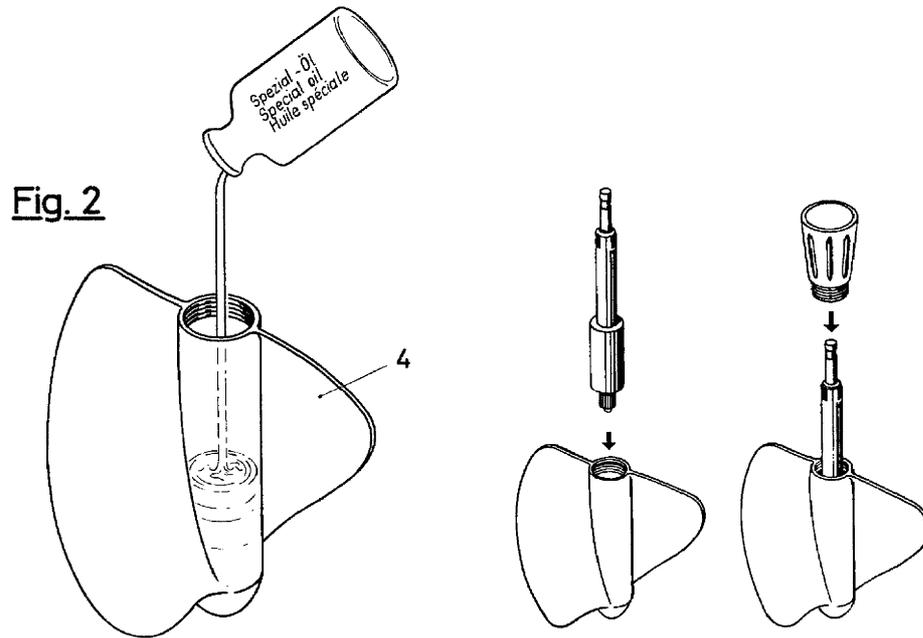

Fig. 2
1. Soltar el tornillo (9) y extraer el eje (8) con la hélice (4).
2. Soltar la unión roscada (7) con llave de horquilla y desmontarla. Separar el aro (6) y retirar el emisor de impulsos (5) del cuerpo del molinete.
- II. El aceite especial OTT para hélices en el relleno del cubo de las mismas, hace factible las mediciones en temperaturas de agua muy variadas, sin que influyan para nada en la exactitud de medición. Terminada una medición deberá renovarse el aceite como se demuestra en la fig. 2 y de igual manera se procederá cuando el molinete haya estado sin funcionar durante algún tiempo.